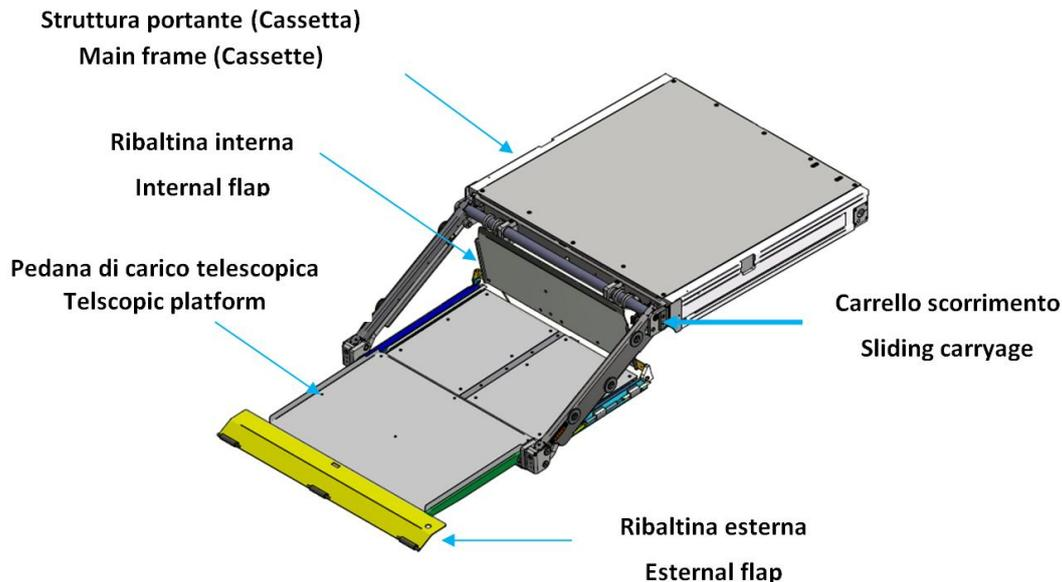

Fig. 1
Il sollevatore di sedie a rotelle **RPH TL 30.15** (Fig. 1) è progettato esclusivamente per il sollevamento e l'abbassamento di persone disabili e/o un solo operatore al/dal pianale dell'autoveicolo al quale è fissato.
**RPH TL 30.15** wheelchair lift (Fig. 1) has been exclusively designed for lifting and lowering disabled people and/or only one operator onto/from the vehicle floor to which it is fixed.